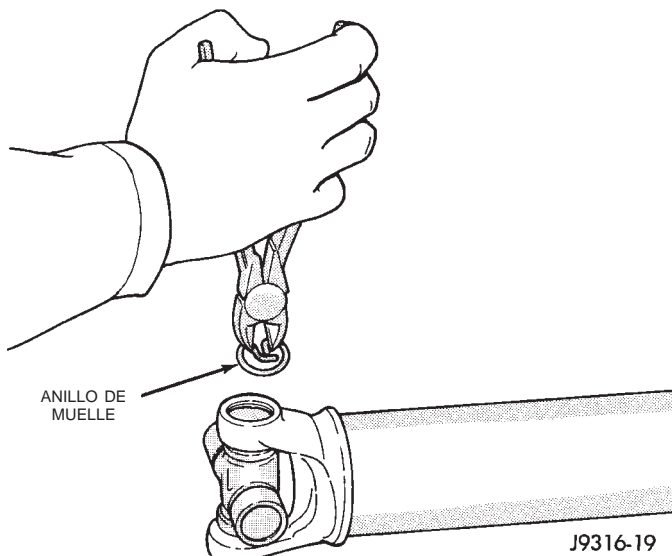

Fig. 14 Desmontaje del anillo de muelle
- (1) Retire el eje propulsor.
- (2) Con un punzón blando, golpee ligeramente el exterior del conjunto de cojinete para aflojar el anillo de muelle.
- (3) Retire los anillos de muelle de ambos lados del estribo (Fig. 14).